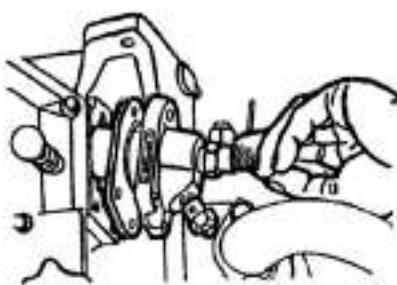

рис. 10
**a.)** Аккуратно поворачивайте маховик в рабочем направлении вращения до тех пор, пока топливо не начнет вытекать из открытого конца топливной магистрали; проверьте, совпадает ли метка на бачке с меткой на краю маховика в пределах 20~24° от верхней мертвоточки. В случае несовпадения требуется регулировка (Рис. 10).